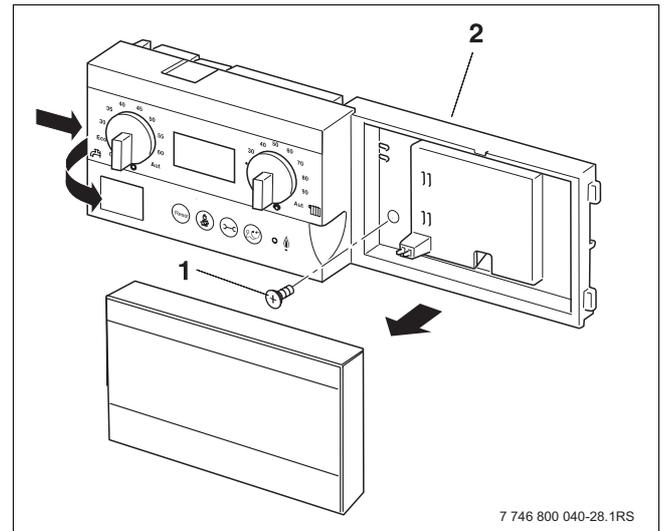

Bild 35 Sicherungsschraube lösen und Basiscontroller Logamatic BC10 herausnehmen
- Sicherungsschraube (1) lösen, Lasche links (→ Bild 35, **Pfeil**) am Basiscontroller Logamatic BC10 eindrücken und Basiscontroller (2) nach vorne abnehmen.
- Jumper (1) auf der Rückseite des Basiscontrollers Logamatic BC10 entfernen. Bevor der Heizkessel auf Flüssiggas umgestellt wird, Gas-Luft-Verhältnis kontrollieren.